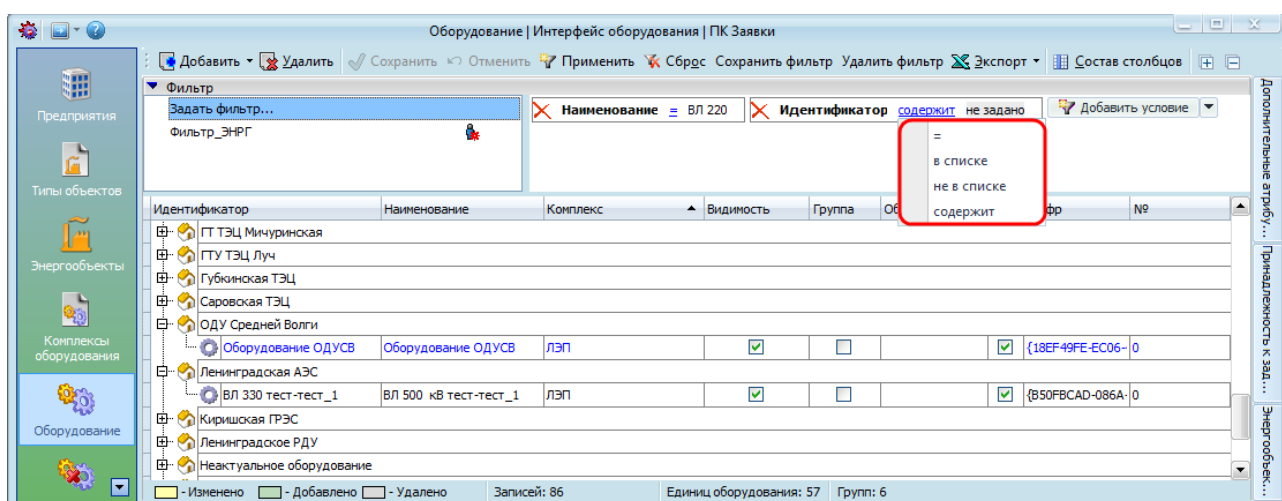

Рисунок 15.25 – Фильтрация по отдельным полям заявки
- **Фильтрация по отдельным полям оборудования.** К данному виду фильтрации относятся следующие критерии фильтра: наименование, идентификатор, шифр, атрибуты, мониторинг, управление / ведение объектов, управление / ведение предприятий. В качестве условий фильтрации выступают: «=», «в списке», «не в списке», «содержит». В качестве значения фильтрации выбирается значение из справочника (Рисунок 15.25).